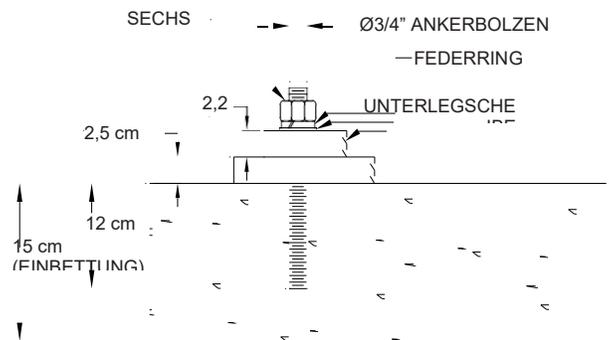

Abb. 3A. Typische Ankerbolzeneinbettung mit quadratischer Grundplatte.
- mindestens 12 cm in den Boden eingebettet sein (**Abb. 3A**).